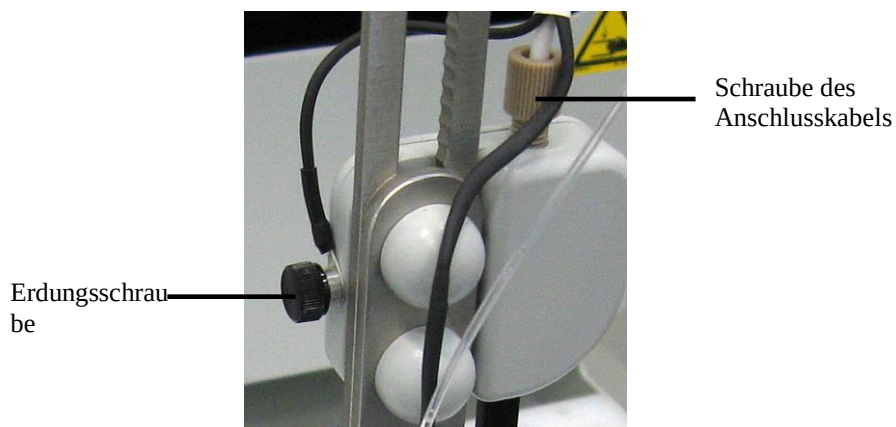

Abb. 32: Kabelschrauben an der Fraktionierventil-Einheit
8. Ziehen Sie die Rändelschraube, mit der das Anschlusskabel am Fraktionierventil angeschraubt ist, fingerfest an, und verbinden Sie das Erdungskabel mit der schwarzen Erdungsschraube und ziehen Sie diese fest (→ Abb. 32, Seite 77).
5. Lösen Sie die beiden Rändelschrauben, mit denen das Anschlusskabel und das Erdungskabel an der Fraktionierventil-Einheit befestigt sind (→ Abb. 32).